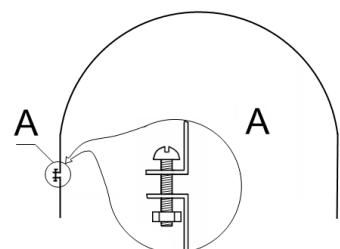

Рис. 19
5.2. К прижимной ленте № 31 присоедините ленту короткую № 32 винтом M4x35 (№ 35 комплектации). Гайку M4 до конца не затягивайте, оставьте место для дальнейшей подтяжки прижимной ленты после фиксации верхнего покрытия (см. рис. 19-А).